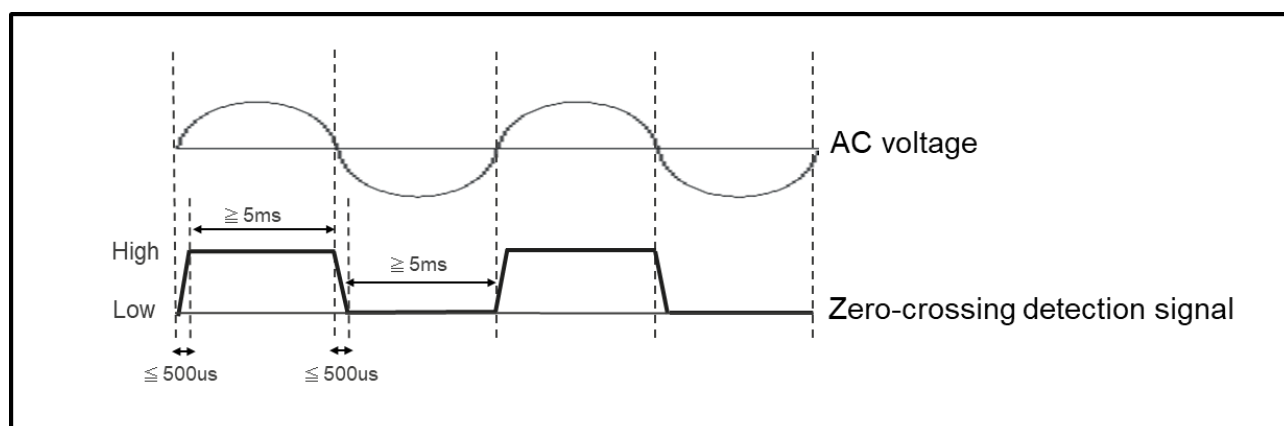

Figure 3-9 ゼロクロス検出信号
- ・ ゼロクロス検出回路は、Figure 3-9 に示すゼロクロス検出信号となるように設計して下さい。